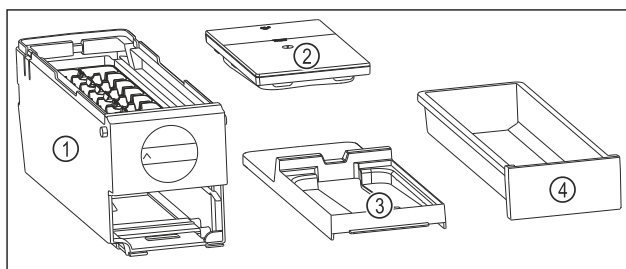

Fig. 108 Составные части EasyTwist-Ice
- ▷ EasyTwist-Ice разобран на четыре части. (см. Fig. 108)
- ▶ Разбирайте EasyTwist-Ice только на составные части, представленные на рисунке. (см. Fig. 108)
- ▶ Очищайте корпус EasyTwist-Ice Fig. 108 (1) как цельное устройство.